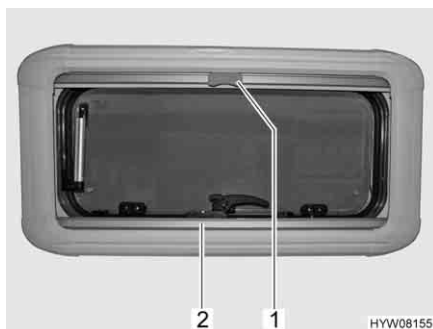

Fig. 27 Finestra apribile
- Afferrare la tendina oscurante pieghevole (Fig. 27,2) per la parte centrale della barra di presa, tirarla dal basso verso all'alto e rilasciarla nella posizione desiderata. La tendina oscurante pieghevole rimane in questa posizione.
- Tirare la zanzariera a rullo per la maniglia (Fig. 27,1) verso il basso fino a quando non si trova in contatto con la tendina oscurante pieghevole (Fig. 27,2).
- Premere la maniglia (Fig. 27,1) della zanzariera a rullo.